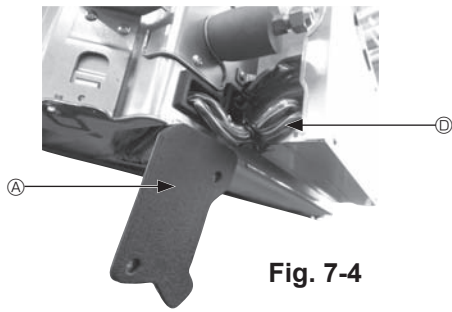

Fig. 7-4
- ① Retirez les deux vis de fixation du couvercle des fils de l'appareil principal, puis ouvrez le couvercle.
- ② Faites passer les fils du capteur i-See et du récepteur de signal dans les entrées de fils du boîtier des composants électriques, comme montré sur le schéma, et autour des traversées isolées sur le côté de l'appareil principal. (Fig. 7-4)